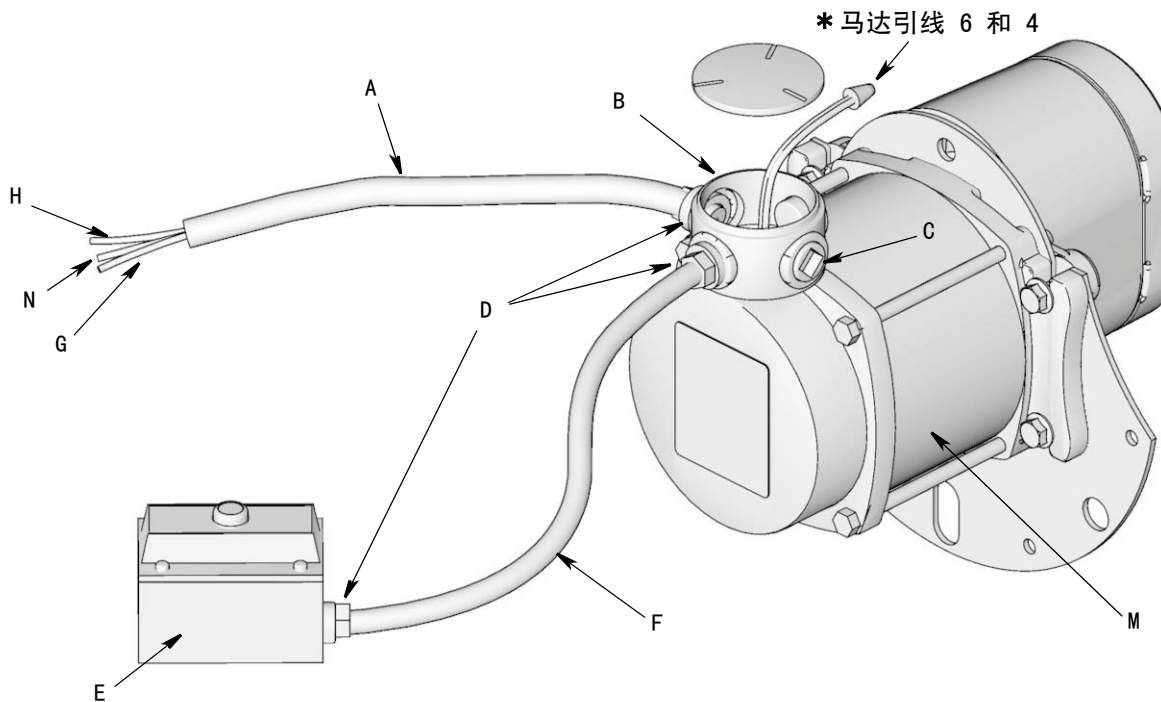
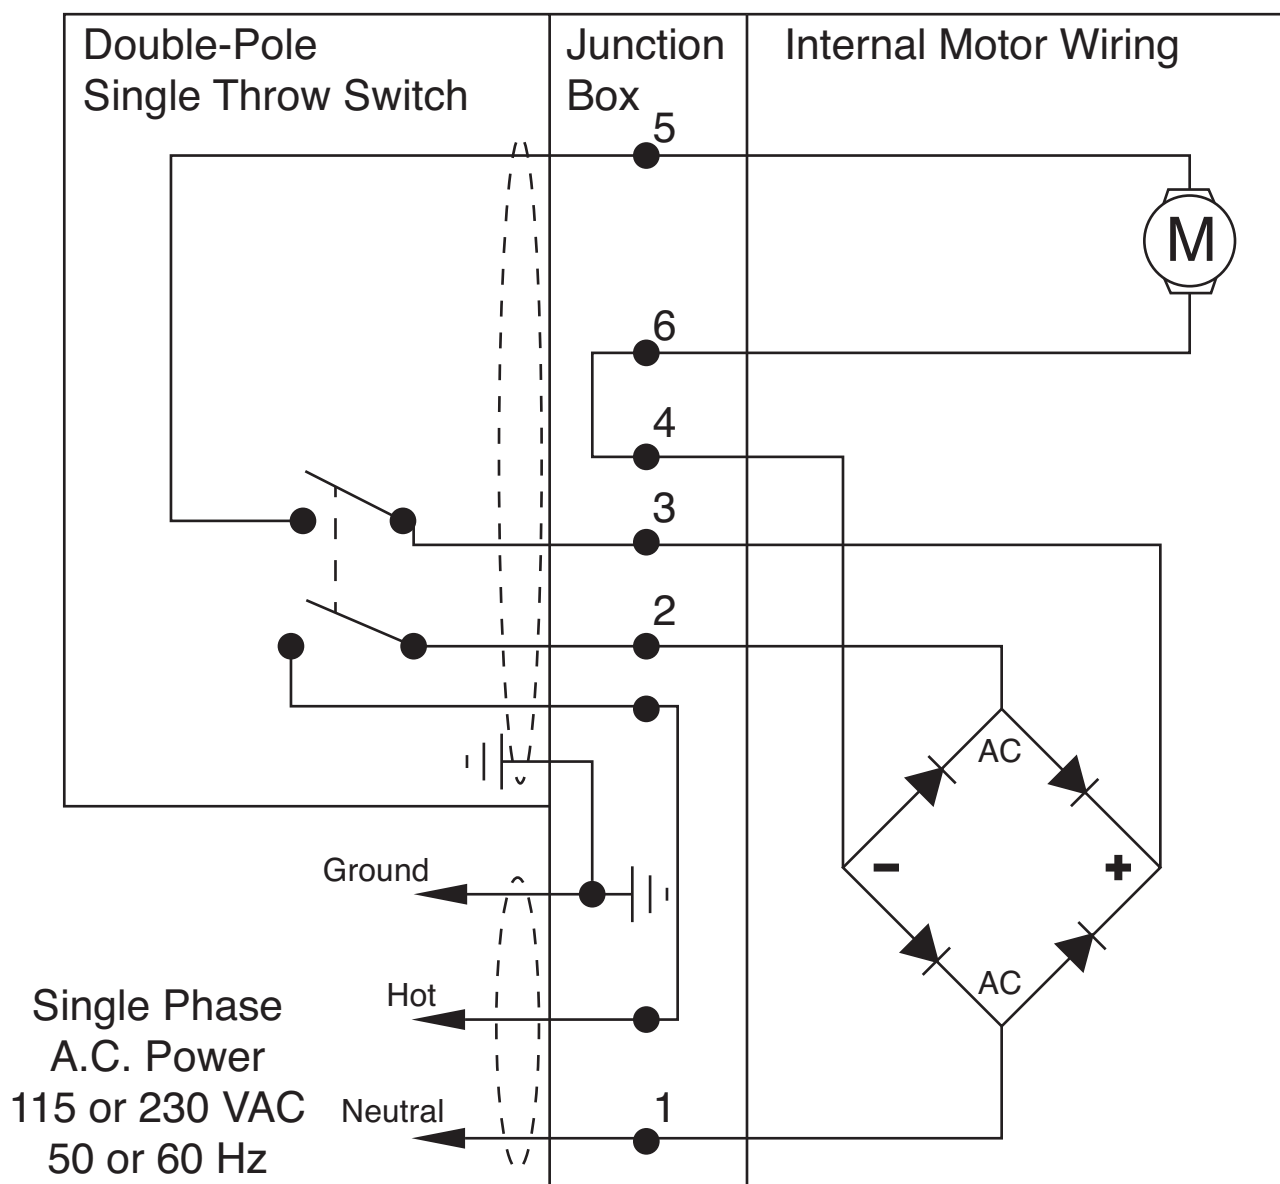

图 10
图 11
按图 10 中的接线图和图 11 中的配线线路图连接导线。
- c. 在 O 形环 (18) 上涂抹薄薄一层的润滑脂。
- d. 在卷盘上安装出口 (17)。
- e. 重新安装螺栓 (19)。拧紧全部四枚螺栓。用 24 至 30 ft. lbs (32.54 至 40.67 N.m) 的扭力拧紧螺栓。
- 马达 - 交流型交换导线 5 和 6 (请参见第 23 页的图 11)。